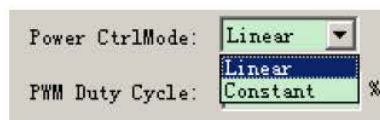

Fig. 3-17
- ◆ Power CtrlMode: Dois modos de controle de energia estão disponíveis: Servo linear e saída de valor constante, como na Fig. 3-17.